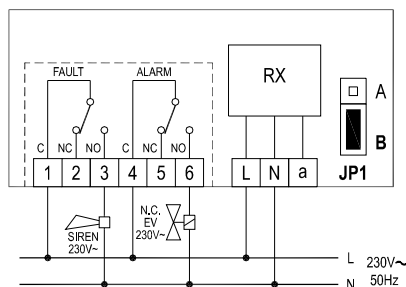

Fig. 10
La logica inversa permette di avere un sistema con sicurezza positiva, cioè in caso di mancanza di energia elettrica o guasto del ricevitore, l'uscita del relè di allarme assume la condizione di allarme. In questo caso, è necessario collegare un'elettrovalvola di tipo N.C. al morsetto di uscita 6 (NO), in quanto l'inversione della logica di funzionamento viene realizzata dal jumper JP1 (Vedere lo schema di collegamento di Fig. 10 o 11).